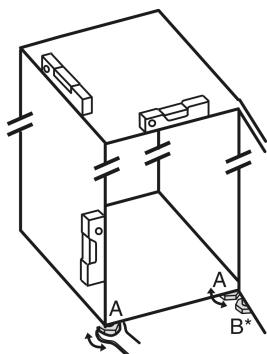

Fig. 34
- ▶ Dévisser les pieds réglables Fig. 34 (A) avec la clé plate fournie et utiliser un niveau à bulle pour vérifier que l'appareil est bien plan.
- ▶ Dévisser le pied réglable Fig. 34 (B) du support de palier avec la clé plate fournie jusqu'à ce qu'il touche le sol.
- ▶ Tourner le pied réglable Fig. 34 (B) de 90° supplémentaires.